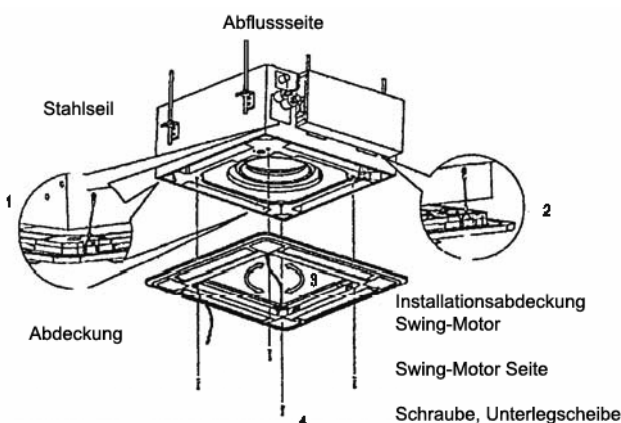

Abb. 11
- a. Richten Sie den Swing-Motor am Paneel richtig an der Wasseraufnahme des Hauptgerätes aus. (Siehe Abb. 11)
- b. Hängen Sie die vier Befestigungsseile des Hauptgerätes an der Installationsabdeckung und die anderen drei Abdeckungen des Swing-Motors ein: (Siehe Abb. 11)
- c. Schrauben Sie das Paneel mit Bolzen (M5X16) und Unterlegscheibe am Hauptgerät fest. (Siehe Abb. 11)
- e. Justieren Sie das Paneel vorsichtig in Pfeilrichtung (s. Abb. 11 (3)), so dass die Mitte des Paneels sich mit der Mitte des Lochs in der Decke deckt. Achten Sie darauf, dass die Haken an allen vier Ecken fest sitzen.